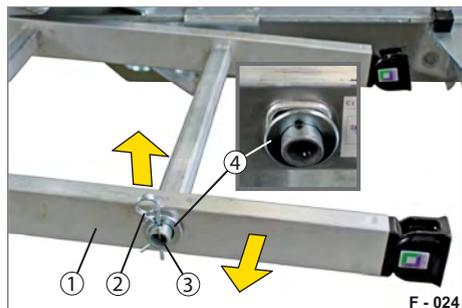

Abb. 19 Aufstiegsleiter entsichern
- ▶ Ziehen Sie den Federstecker (Abb. 19/2) aus dem Halterrohr (Abb. 19/3) heraus.
- ▶ Entnehmen Sie die Scheibe (Abb. 19/4).
- ▶ Ziehen Sie die Aufstiegsleiter (Abb. 19/1) vorsichtig von beiden Halterrohren herunter.
- ▶ Schieben Sie die Aufstiegsleiter (Abb. 19/1) gleichmäßig auf beide Halterrohre (Abb. 19/3) auf.
- ▶ Positionieren Sie die Scheibe (Abb. 19/4) auf dem Halterrohr.
- ▶ Stecken Sie den Federstecker (Abb. 19/2) durch die Bohrung im Halterrohr durch.